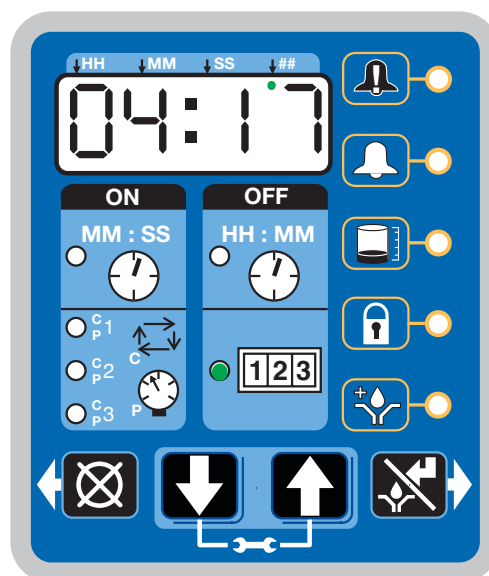

FIG. 54
- Se enciende el LED junto a 1-2-3 (FIG. 54).
El ejemplo mostrado en la FIG. 54 indica 4 horas y 17 minutos restantes hasta que se produzca un fallo o se active el modo de lubricación (bomba ON).